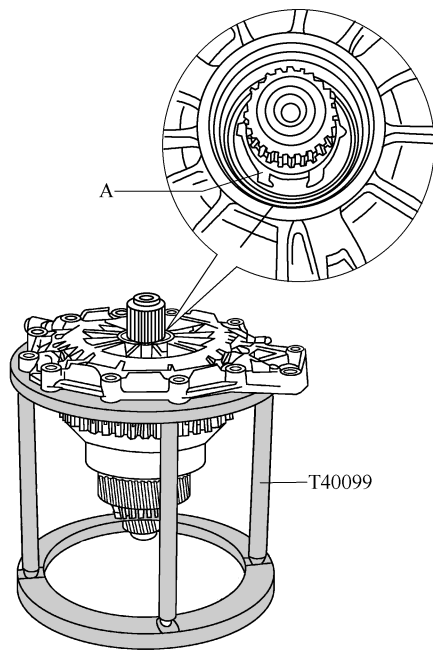

图 2-2-28 拆下输入轴盖板卡环 A
(5) 用呆扳手固定住，使密封环拉拔器 T40014 重新又牢固地卡入轴密封环内，拧入螺栓继续拉出轴密封环。重复这一过程，直至轴密封环完全拉出。
(6) 如图 2-2-28 所示，拆下输入轴盖板卡环 A，测量并记录拆下的卡环厚度。安装时必须用同样厚度的新卡环替代旧卡环。